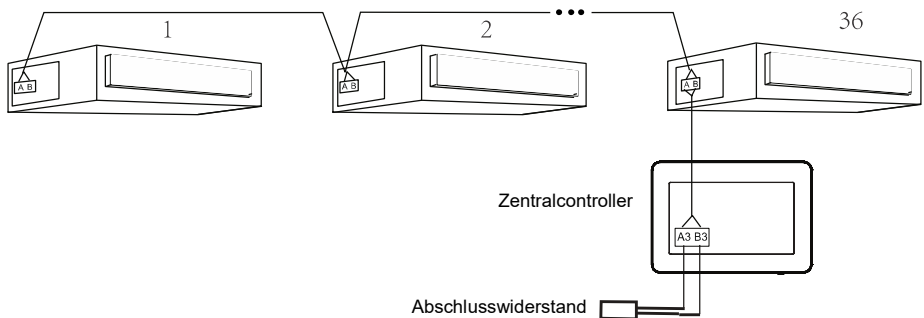

Abb. 3-7: Zentralcontroller am UNI SPLIT Gerät angeschlossen
- (1) Der Zentralcontroller kann für die UNI SPLIT Geräte benutzt werden. Mit einem Zentralcontroller können bis zu 36 UNI SPLIT Geräte bedient werden.
- (2) Soll der Zentralcontroller an den UNI SPLIT Geräten angeschlossen werden, ist dies gemäß Abb. 3-7 durchzuführen. Der Zentralcontroller muss am letzten Gerät des UNI SPLIT Systems angeschlossen werden. Verbinden Sie die Klemmen A3 und B3 des Zentralcontrollers mit dem COM\_BMS-Port des UNI SPLIT Gerätes mithilfe eines Kommunikationskabels. Zusätzlich zu den Kommunikationskabeln ist an den Ports A3 und B3 ein Anpassungswiderstand anzuschließen. Auf der Hauptplatine des UNI SPLIT Gerätes sind zwei COM\_BMS-Ports (zwei Steckverbindungen ohne Polaritätskennzeichnung) vorhanden, einer davon für den Zentralcontroller, der andere für ein UNI SPLIT Gerät.